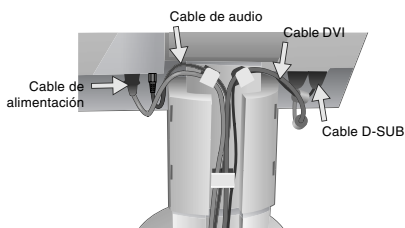

Figura C.2
5. Para manejar los cables sin problemas, colóquelos en el conducto para cables siguiendo este orden: Cable de alimentación y cable DVI (Figura C.2).
6. Introduzca el cable de alimentación y el cable de audio en sus corchetes correspondientes, según se indica en la Figura C.2.
7. Introduzca el cable DVI y el cable de señal D-Sub en sus corchetes correspondientes, como se indica en la Figura C.2.